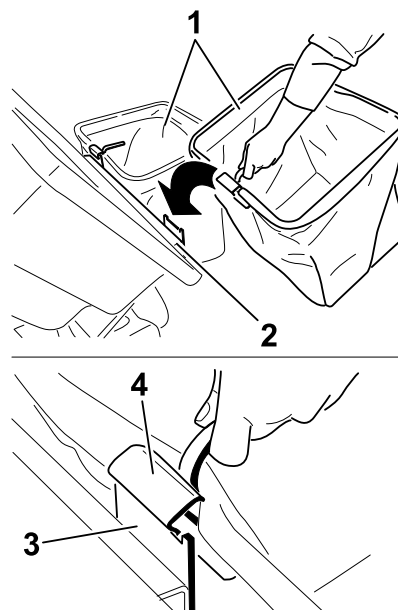

Figura 17
4. Alzate il coperchio del sistema di raccolta e inserite i cesti facendo scorrere i ganci del telaio dei cesti sulle staffe di ancoraggio (Figura 17).